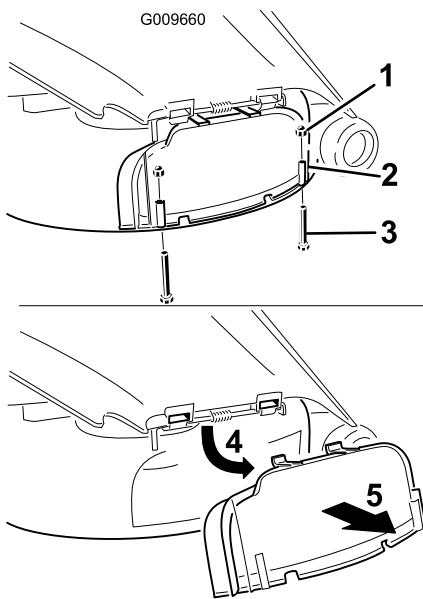

Figure 28
3. Enlevez les 2 boulons et écrous qui fixent l'obturateur d'éjection au plateau de coupe (Figure 28).